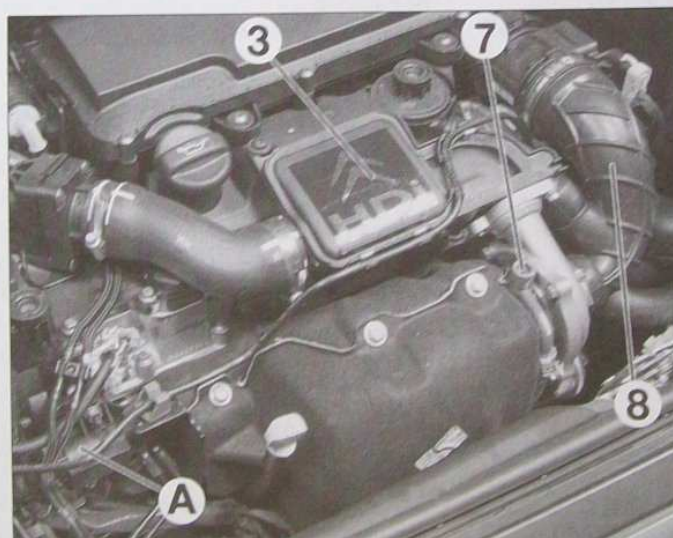
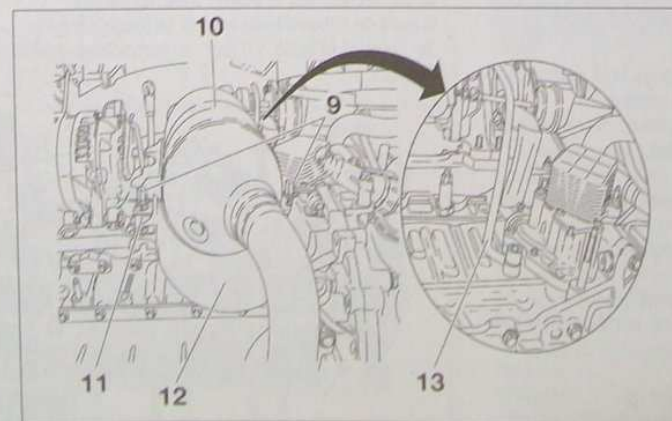

FIG.33
FIG.34
- la durit supérieure du vase d'expansion (6).
- le raccord (7) d'alimentation en huile du turbocompresseur avec ses deux joints (Fig.33).
- le conduit d'air (8) entre le turbocompresseur et le boîtier de filtre à air.
- les deux vis (9) de fixation du catalyseur au bloc-moteur (Fig.34).
- le catalyseur (10).
- le demi-collier/entretoise (11) sous le catalyseur.
- l'isolant thermique (12) du catalyseur et du turbocompresseur.
- le raccord et le tube (13) d'alimentation en huile du turbocompresseur sur le bloc-cylindres avec ses deux joints.
- l'électrovannes EGR (A) du moteur (Fig.33).
- le raccord d'huile (7) sur le turbocompresseur (Fig.33).